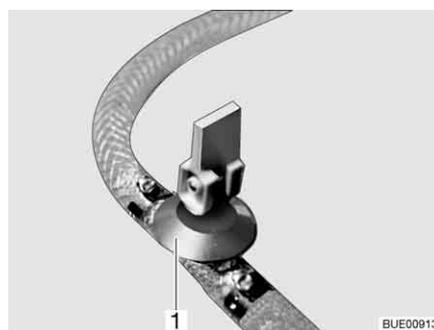
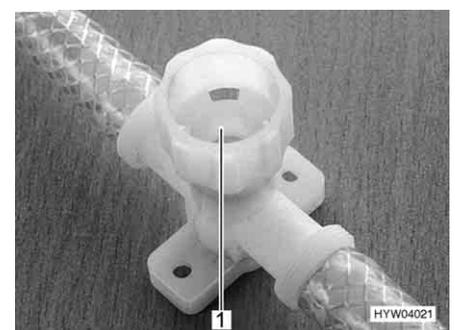

Bild 225 Ablasshahn (mit Kipphebel)
Bild 226 Ablasshahn (mit Drehkappe)
- Alle Ablasshähne schließen. Dazu den Kipphebel des Ablasshahns (Bild 225,1) waagrecht stellen oder die Kappe des Ablasshahns (Bild 226,1) im Uhrzeigersinn drehen.